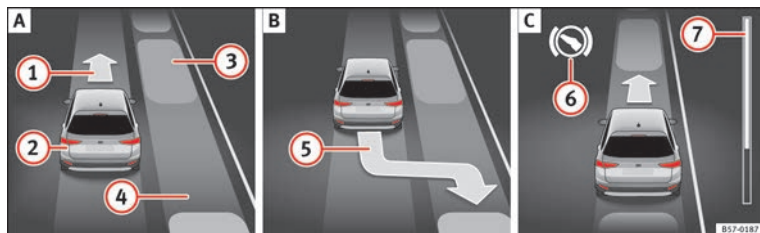
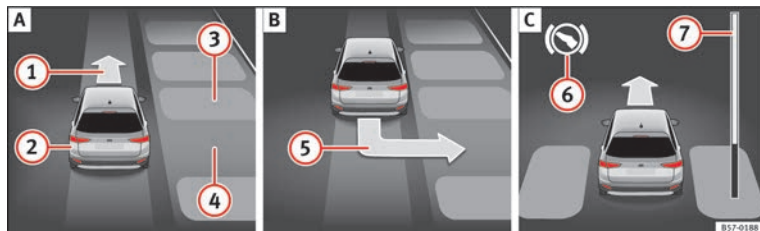

Fig. 220 En la pantalla del cuadro de instrumentos: aparcar en línea. **A** Buscar un hueco de aparcamiento. **B** Posición para aparcar. **C** Maniobrar.
Fig. 221 En la pantalla del cuadro de instrumentos: aparcar en batería. **A** Buscar un hueco de aparcamiento. **B** Posición para aparcar. **C** Maniobrar.
Legenda de la **fig. 220** y **fig. 221**:
La barra de progreso **» fig. 220 ⑦ y » fig. 221 ⑦** muestra simbólicamente en la pantalla del cuadro de instrumentos la distancia relativa que aún queda por recorrer. Cuanto mayor es la distancia, más llena está la barra de progreso. Al circular marcha adelante, el contenido de la barra de progreso disminuye hacia arriba, y al circular marcha atrás, disminuye hacia abajo.
2.	Mire en la visualización de la pantalla del cuadro de instrumentos si se ha detectado el hueco como “apropiado” y si ha alcanzado la posición correcta para aparcar » fig. 220 [B] o » fig. 221 [B]. El hueco habrá sido considerado “apropiado” si en la pantalla del cuadro de instrumentos aparece la indicación de aparcar (5).
5.	Tenga en cuenta el siguiente mensaje: Dir. autom. activa. Vigile su alrededor. Mientras vigila a su alrededor vaya acelerando con precaución, hasta los 7 km/h (4 mph) como máximo. Durante la maniobra de aparcamiento, el sistema únicamente se hace cargo de la dirección. Usted, como conductor, tiene que acelerar, embragar si es necesario, cambiar de marcha y frenar. Retroceda hasta que suene la señal continua del ParkPilot. O BIEN: retroceda hasta que en la pantalla del cuadro de instrumentos aparezca la indicación de dar marcha adelante » fig. 220 [C] o » fig. 221 [C]. O BIEN: retroceda hasta que en la pantalla del cuadro de instrumentos aparezca el mensaje Park Assist finalizado . La barra de progreso (7) indica la distancia que hay que recorrer » pág. 271. Pise el pedal del freno hasta que el sistema de aparcamiento asistido termine de realizar los giros del volante O BIEN: hasta que se apague el símbolo (S) en la pantalla del cuadro de instrumentos.
9.	Dé marcha adelante hasta que suene la señal continua del ParkPilot. O BIEN: dé marcha adelante hasta que en la pantalla del cuadro de instrumentos aparezca la indicación de dar marcha atrás. El sistema de aparcamiento asistido dirige el vehículo marcha adelante y marcha atrás hasta centrarlo en el hueco » fig. 220 [C] o » fig. 221 [C].